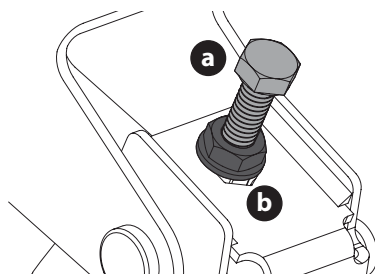

Figura 38
3. Ubique los pernos de ajuste (a) del lado izquierdo y derecho de la plataforma (Figura 38).
4. Afloje pero no extraiga las contratuercas (b) en el perno de ajuste. Ajuste el perno de ajuste derecho o izquierdo arriba o abajo según sea necesario hasta que la altura de un lado a otro sea equivalente (Figura 38).
5. Cuando se logra el ajuste correcto, vuelva a apretar la contratuercas (b). Ajuste hasta 20 pulgadas-libras (23 N-m) (Figura 38).